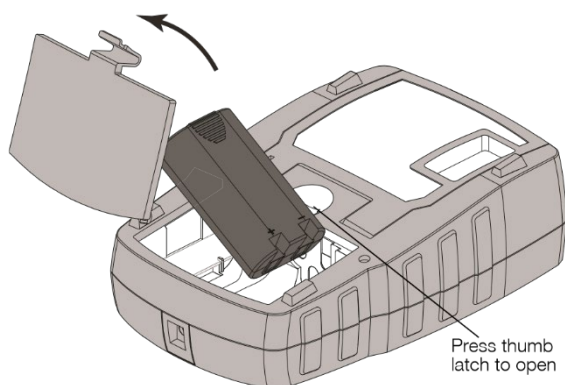

Figura 4
- 1 Ridicați capacul de la baza aparatului pentru a deschide compartimentul bateriilor. Vezi Figura 4.
- 2 Introduceți acumulatorul în compartimentul special. Vezi Figura 4.